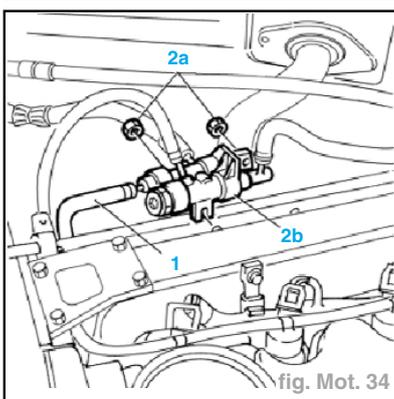

fig. Mot. 34
- Détacher le tuyau de retour carburant (1) de la pompe de pression (fig. Mot. 34).